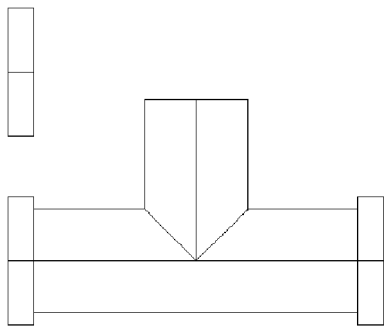

图 12-40 复制的凸台
3) 单击【修改】选项板 | 【复制】按钮  复制，选择左侧的凸台，向上复制一个凸台，如图 12-40 所示。